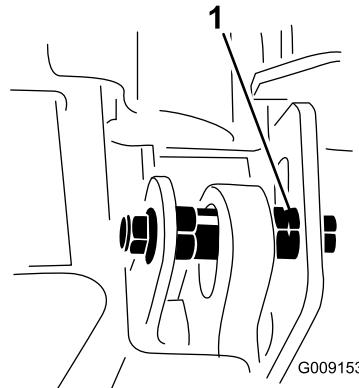

Figura 8
**Nota:** El eje hexagonal del excéntrico tiene una muesca a 180° del perfil de la leva del excéntrico (Figura 8). Utilice la muesca como referencia de la ubicación del perfil al ajustar los excéntricos.